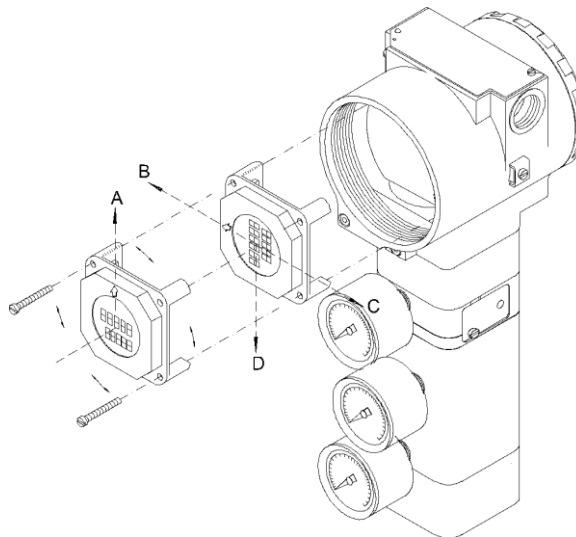

Figura 5.3 – Quatro Posições do Indicador
Ligue o conector do transdutor e o conector da fonte de alimentação à placa principal (5). Conecte o indicador na placa. A placa do indicador possibilita a montagem em quatro posições (Veja figura 5.3). A marca ▲, inscrita no topo do indicador, indica a posição correta.